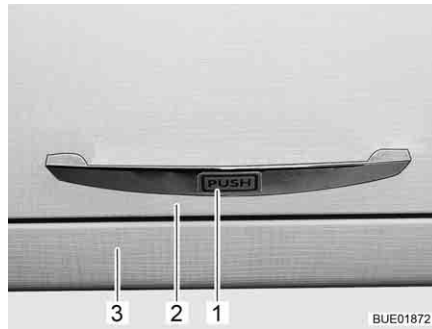

Bild 39 Skåplucka med trycklås
- Tryck på skåpluckan (Bild 39,2) vid handtaget (Bild 39,1) mot skåpskroppen (Bild 39,3). Skåpluckan är upplåst.